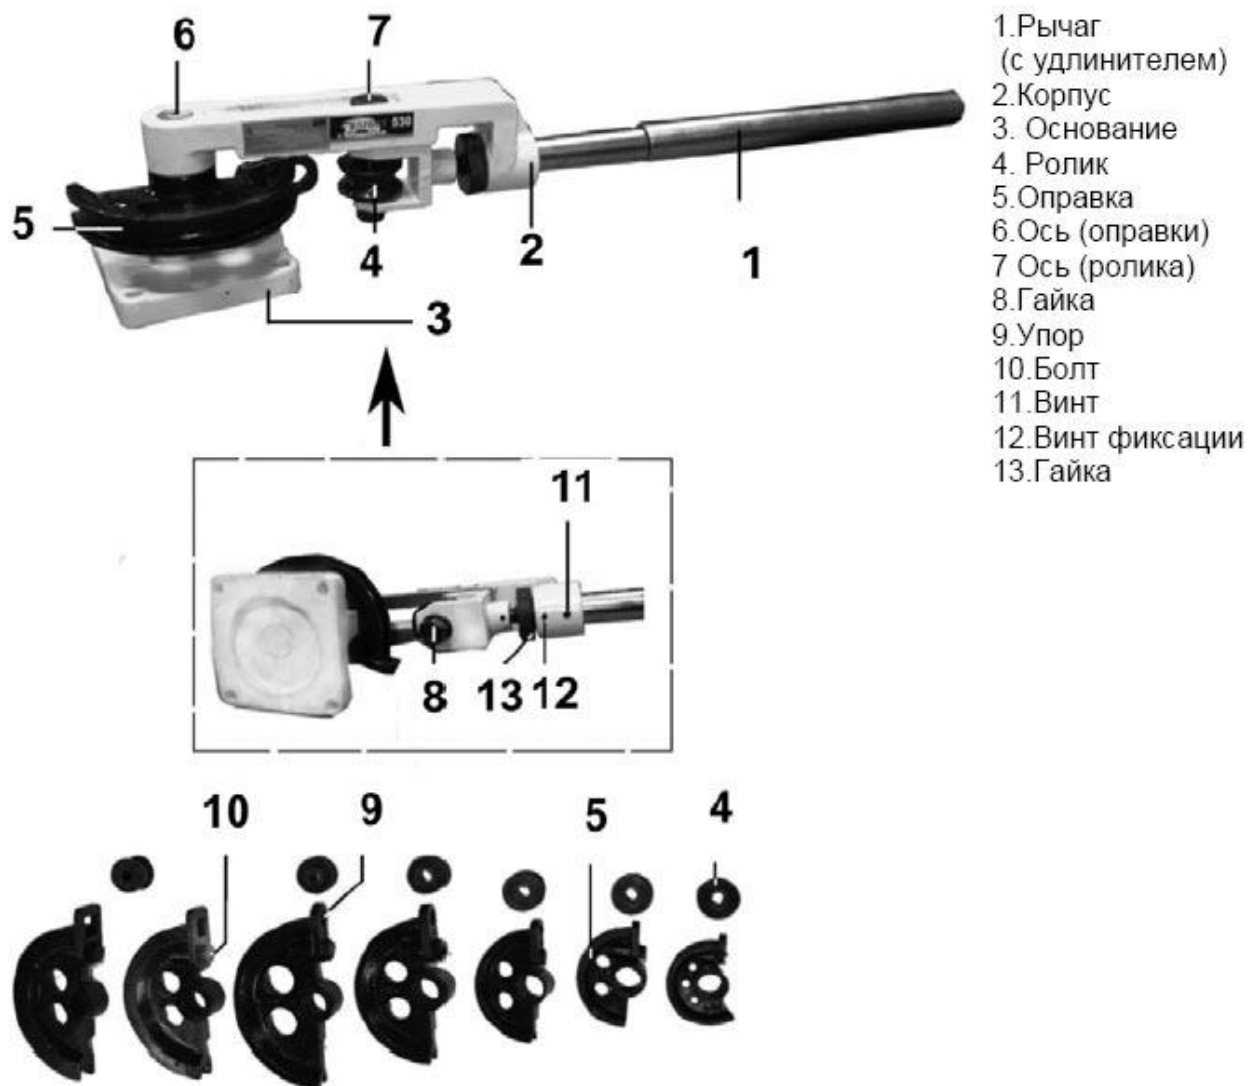

Рис.2
- 5.2. Соберите трубогиб согласно схеме на рис. 2, предварительно смазав машинным маслом ось 6. Гибочный шаблон 5 и ролик 4 должны соответствовать размеру изгибаемой трубы.